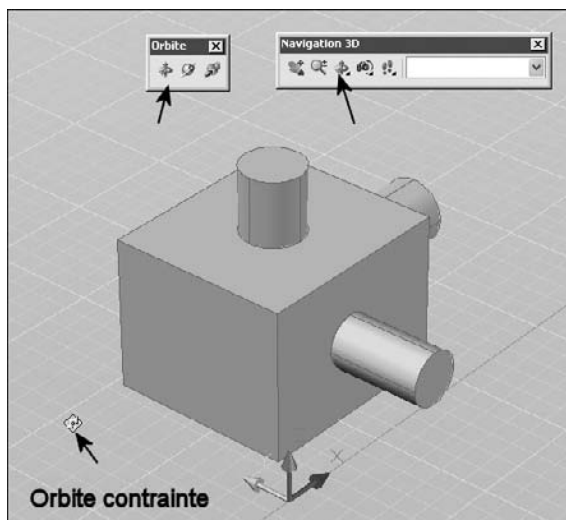

Fig.15.34
L'orbite contrainte est beaucoup plus souple que l'orbite libre dont elle comprend aussi toutes les options. Vous pouvez afficher le dessin entier ou sélectionner un ou plusieurs objets avant de lancer la commande. Elle peut être activée à l'aide de l'une des options suivantes (fig.15.34) :
- Pour passer en orbite libre, il suffit d'appuyer sur la touche Maj (Shift) (fig.15.34).